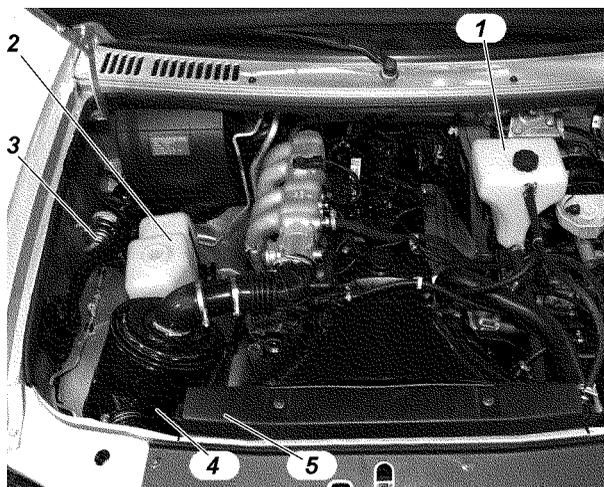

Рис. 3.40. Подкапотное пространство (фрагмент):
**Бачок смывателя 2** (рис. 3.40) заполняйте чистой водой (летом) или специальной незамерзающей жидкостью (зимой).